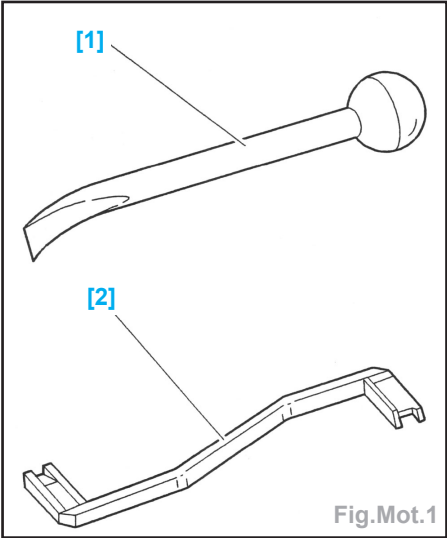

Fig.Mot.1
- Outils nécessaires (Fig.Mot.1) :